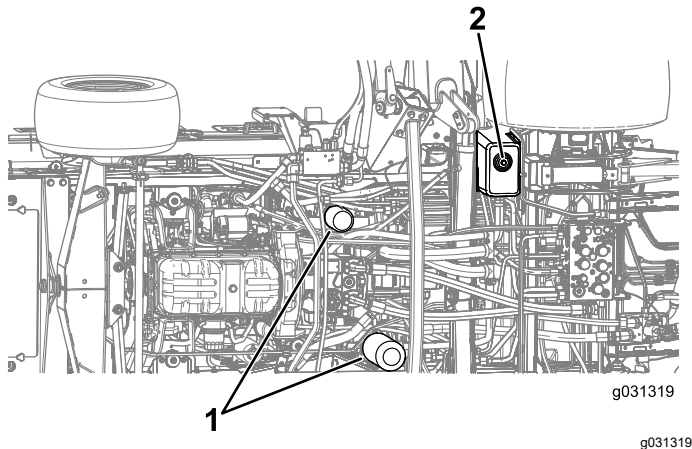

Figure 132
4. Retirez le bouchon de vidange situé au fond du réservoir et faites couler l'huile dans le bac de vidange (Figure 132).
3. Placez un bac de vidange sous le filtre et enlevez le filtre (Figure 132).